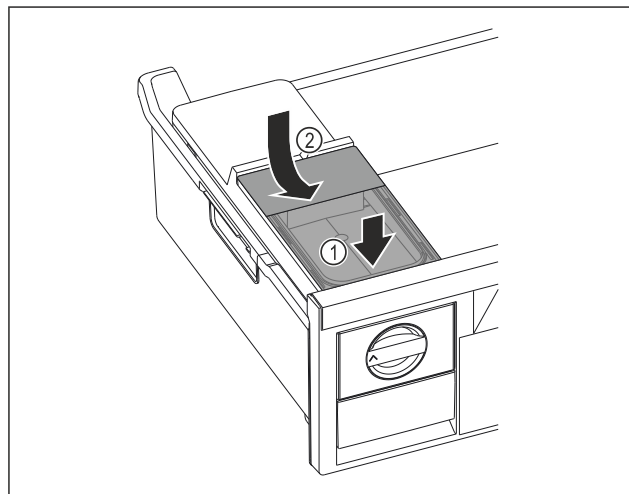

Fig. 77
- Placer le réservoir d'eau à l'avant. Fig. 77 (1)
- Abaisser le réservoir d'eau à l'arrière. Fig. 77 (2)